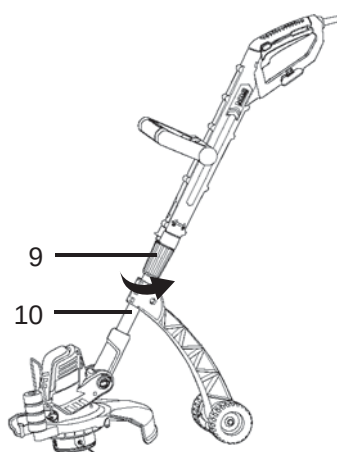

Fig. 15
- > Resserrez la bague de verrouillage [9] en la tournant dans le sens des aiguilles d'une montre (Fig. 15).